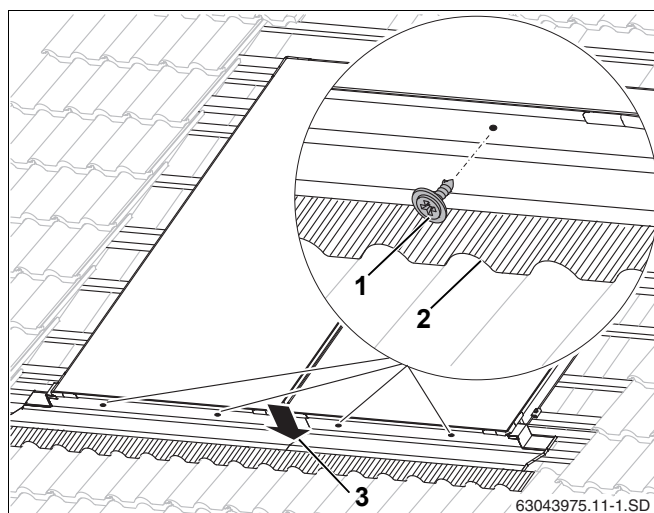

Рис. 47 Крепление нижних листов
- ▶ Заверните саморезы (длиной 12 мм, рис. 47, **поз. 1**) с уплотняющими шайбами.
- ▶ Прижмите верхний лист к нижнему (рис. 47, **поз. 3**).
- ▶ Осторожно подгоните фартуки в передней зоне контура черепицы (рис. 47, **поз. 2**).